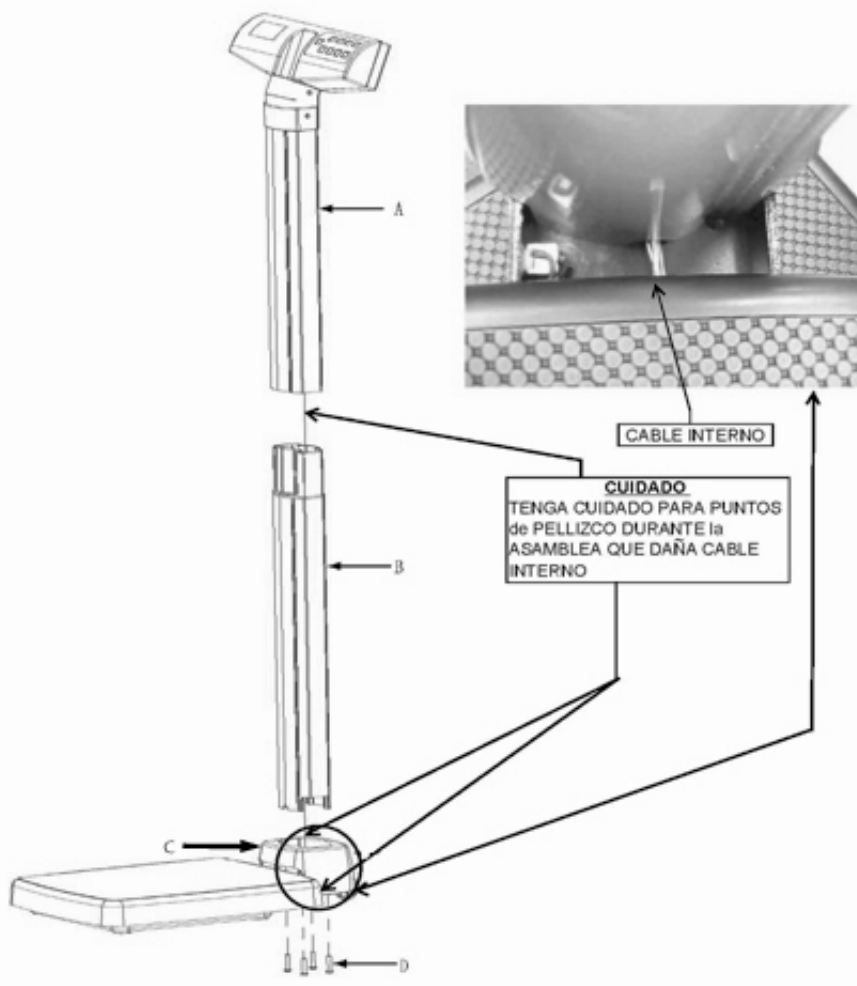

Figura 1
Conecte el adaptador (NO INCLUIDO) en la base de la balanza y a la fuente de alimentación. Refiera por favor a la página 9 para la información con respecto a los adaptadores disponibles para el uso con esta balanza. Cuando se utiliza un adaptador, el icono de la pila no se mostrará en la pantalla. La localización del gato de la potencia del adaptador (C) se indica abajo en la Figura 1.
1. Encuentre el cable dentro de la columna superior (A) y diríjalo a través de la columna más baja (B).
2. Después de que el cable se dirija a través de (B), enchúfe el cable en la base (C).
3. Conecte las columnas (A) y (B), después asegúrela a la base (C) usando los 4 tornillos proporcionados (véa la Figura 1).